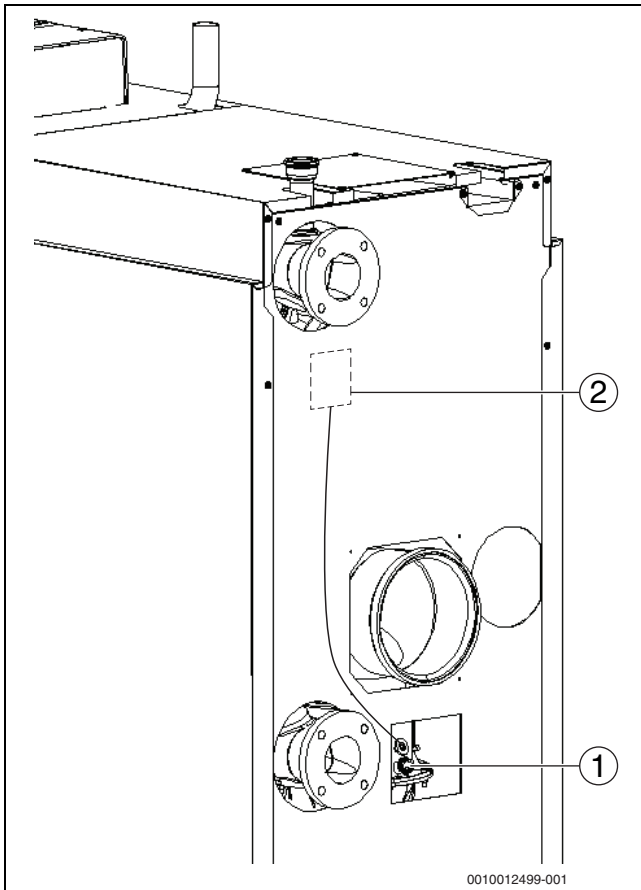

Bild 31 Messwerte aufnehmen (Kesselgröße 150-300 kW)
- ▶ Messfühler durch die Messöffnung (→ Bild 31, Seite 32) im Abgassammler in den Kernstrom halten und O₂-Gehalt kontrollieren.
- ▶ Messfühler durch die Messöffnung (→ Bild 31, Seite 32) im Abgasrohr in den Kernstrom halten und O₂-Gehalt kontrollieren.
- ▶ Folgende Messungen an der Messstelle im Kesselanschlussstück (→ Bild 31 und 32) durchführen und im Inbetriebnahmeprotokoll (→ Kapitel 17.6, Seite 70) eintragen: